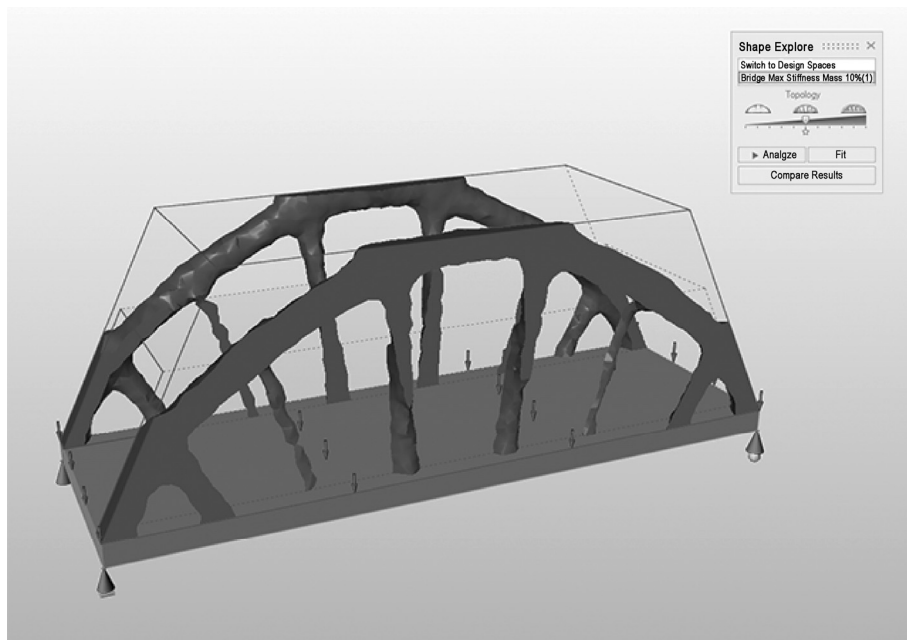

图 4-57
1) 首次查看优化后的形状时，形状探索器出现在模型视窗的右上角，如图 4-57 所示。